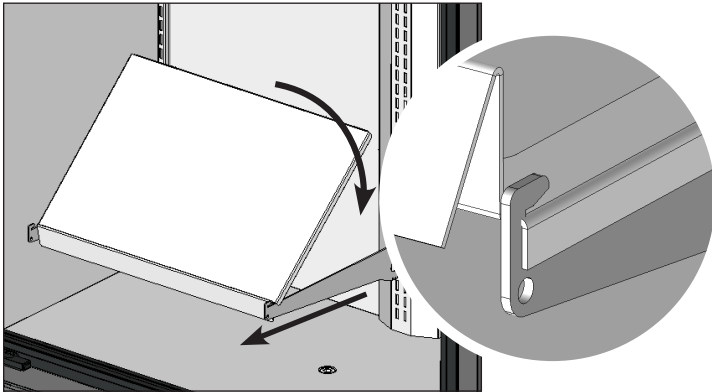

Fig. 5. Coloque el estante mientras levanta su parte posterior. Asegúrese de que los costados del estante cuelguen sobre el soporte.
2. Levante la parte posterior del estante. Coloque el estante sobre las escuadras de soporte para estantes. Consulte la fig. 5.
3. Baje con cuidado la parte posterior del estante y deslícelo debajo de la pestaña del soporte para estantes. Consulte las figs. 5 y 6.